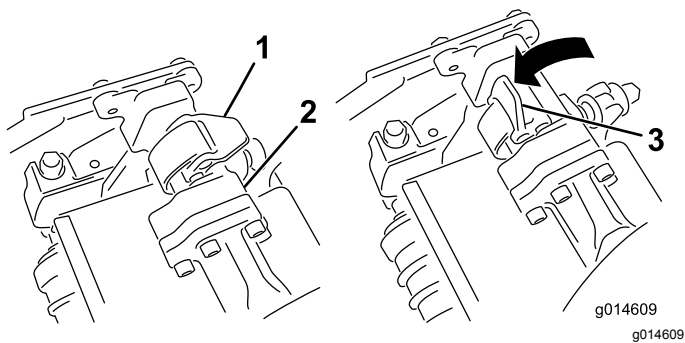
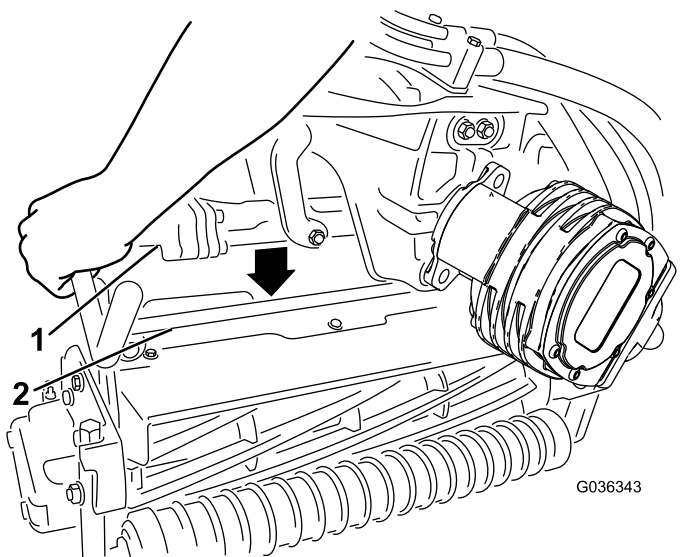

Figura 51
Figura 52
4. Con los enganches del brazo de suspensión orientados hacia arriba (es decir, abiertos (Figura 51), empuje hacia abajo el brazo de suspensión de modo que la barra encaje en la barra situada en la parte superior de la unidad de corte (Figura 52).
- Presione los enganches hacia abajo alrededor de la barra de la unidad de corte y bloquéelas (Figura 51).
5. Abra los enganches de la barra del brazo de suspensión de la unidad de corte que está retirando (Figura 51).